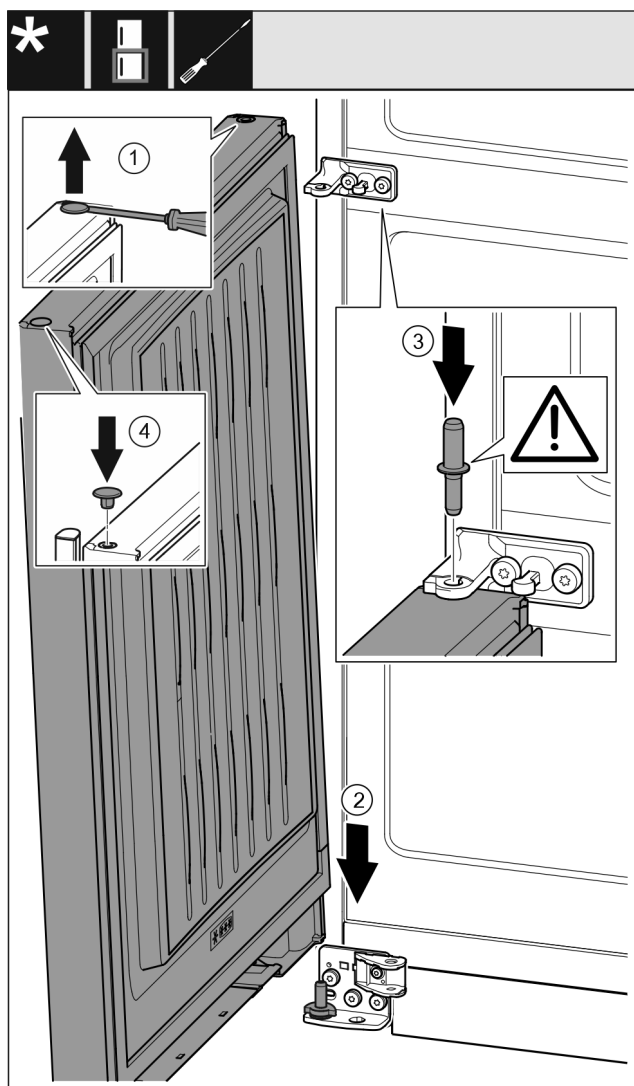

Fig. 43
- Zátku Fig. 43 (1) opatrně nadzvedněte plochým šroubovákem a vytáhněte.
- Dveře Fig. 43 (2) nasadte shora na dolní ložiskový čep.
- Prostřední ložiskový čep Fig. 43 (3) vložte do dolních dveří přes prostřední stojan ložiska. Přitom dávejte pozor, aby zajišťovací vačka směřovala dozadu.
- Zátku Fig. 43 (4) opět vložte na druhé straně dveří.